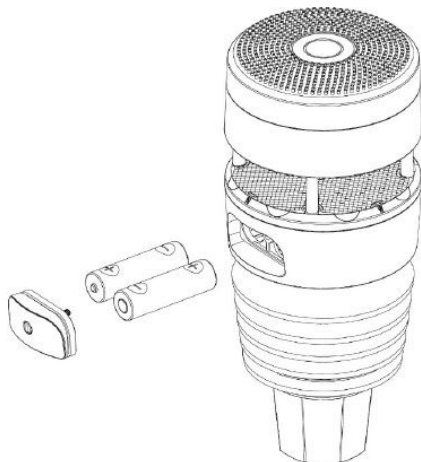

Abb. 2
3. Setzen Sie die beiden Batterien ein und achten Sie dabei auf die richtige Polarität + und -, wie in Abb. 2 gezeigt.
① Wenn das externe Netzteil angeschlossen ist, wird es zur Hauptstromquelle; das Gerät verwendet weder die Batterien noch die vom Solarpanel gespeicherte Energie.
Um den Vorgang abzuschließen, folgen Sie den Schritten 1–4 im Abschnitt *Einlegen der Batterien (Abb. 2)*.